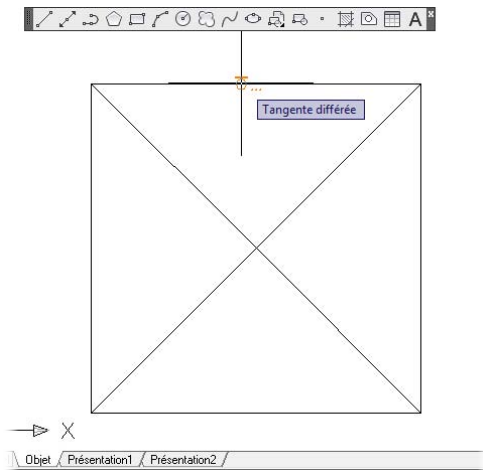

Figure 2.89
3. Lorsque vous tracerez le cercle, le symbole de tangence apparaîtra sur les lignes parcourues avec le curseur (voir Figure 2.89).